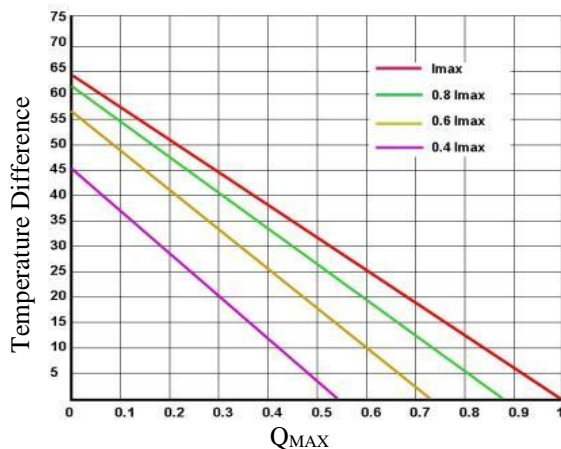
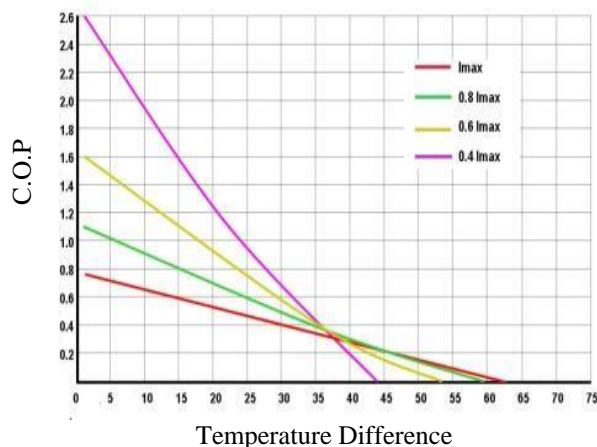

图 2. DT 与 Q_{MAX} 的关系图
图5. C.O.P 与 DT 的关系图
5. 用图 2 到图 5 中的图表来决定使用哪一种 TEC：需要用散热片散多少热，散热片的温度是多少，等等。